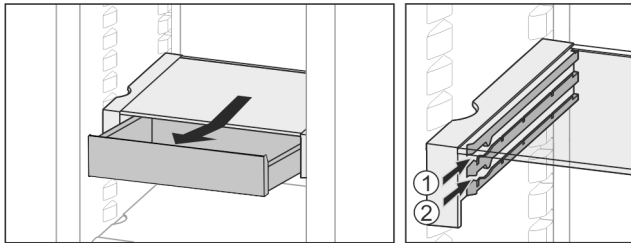

Fig. 26
- ▶ Introdúzcalo a la altura deseada Fig. 26 (1) o Fig. 26 (2).